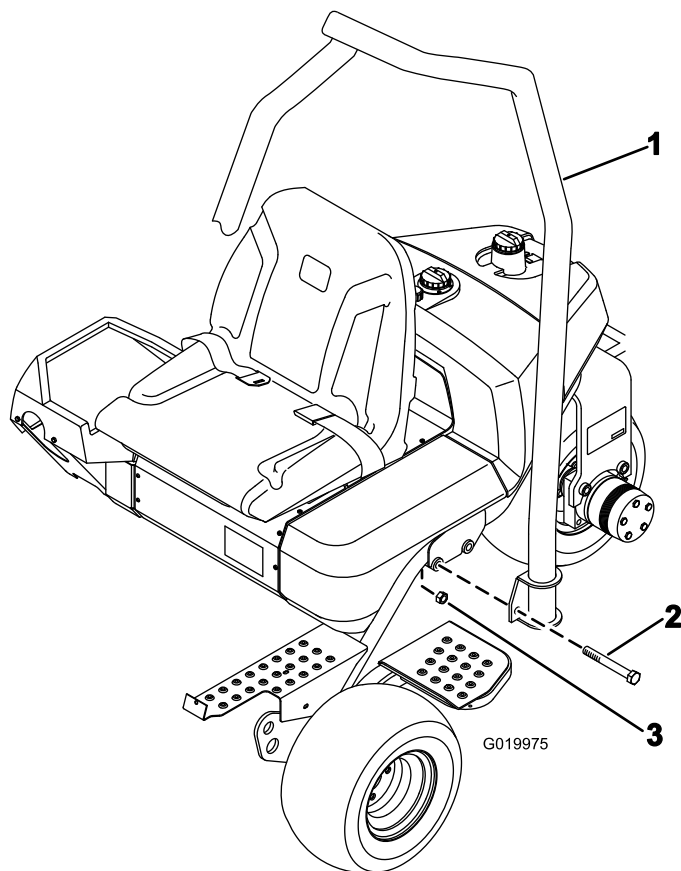

図 7
- ROPS の上部の湾曲部が機体の前方を向くように ROPS を配置する 図 7。